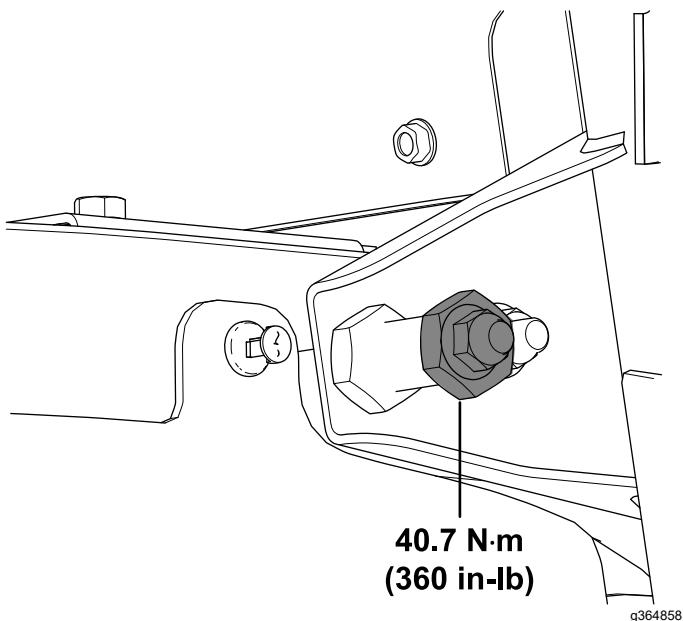

Bild 71
31. Ziehen Sie die Sicherungsmutter ($\frac{3}{8}$ ") auf ein Drehmoment von $40,7 \text{ N}\cdot\text{m}$ fest, wie in Bild 71 dargestellt.